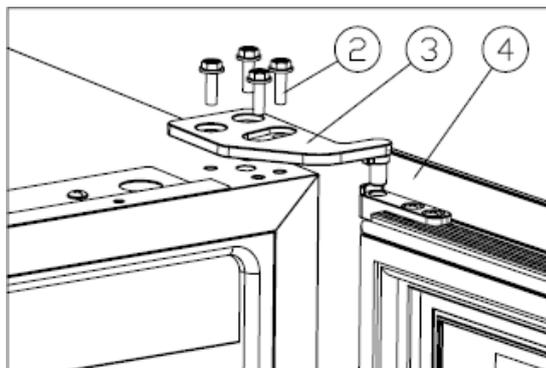

Рис. 1
Открутите винты M5*16 (2), снимите правую верхнюю петлю (3) и снимите дверцу (Рис. 1).